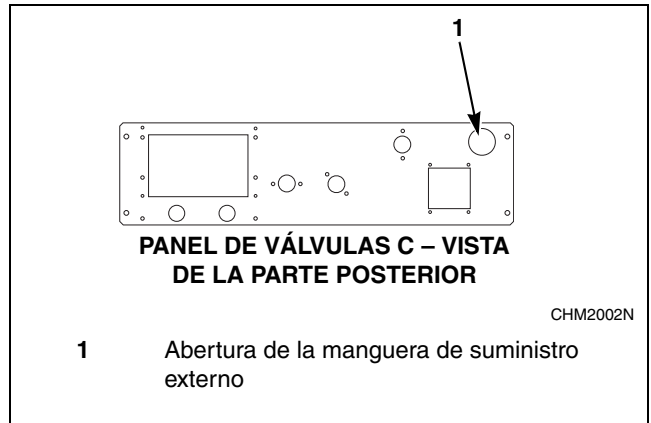

Figura 45
1. En la parte trasera de la máquina, ubique la abertura de 1,5 pulgada (38 mm) situada en el lado superior derecho del panel de válvulas. Consulte la *Figura 45*.